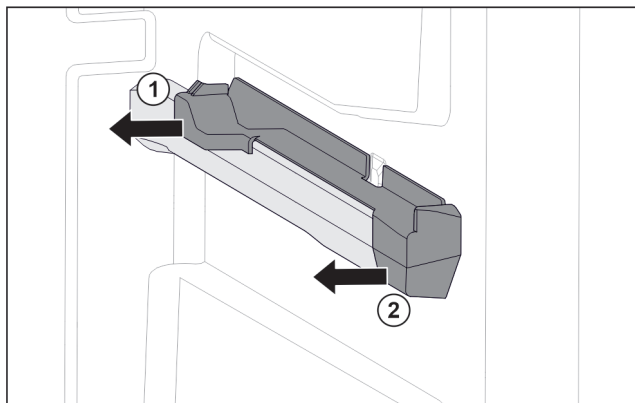

Fig. 148 Natični nastavek na desnemu nastavku za posodo
- ▶ Natični nastavek zadaj izvlecite vstran. Fig. 148 (1)
- ▶ Natični nastavek spredaj izvlecite vstran. Fig. 148 (2)